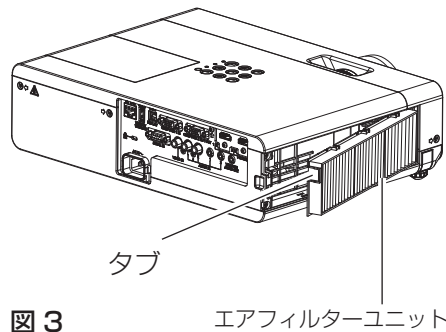

図 3
- エアフィルターユニットを取り付けるときは、エアフィルターユニットのタブを図の左上側になるように持ち、図の右側から先に入れたあと、タブ側をカチッと音がするまで押し込みます。(図 3)